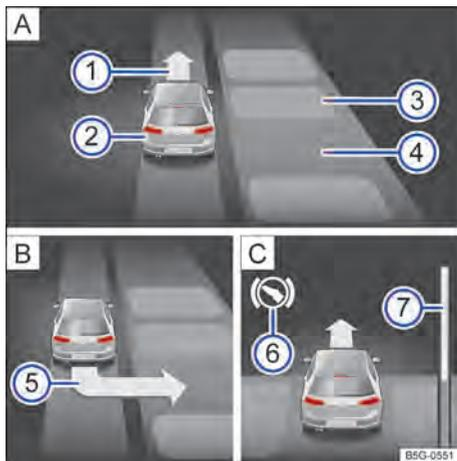

Fig. 108 No display do instrumento combinado: estacionar lado a lado. **A** Procurar uma vaga de estacionamento. **B** Posição para estacionar. **C** Manobrar.
- Estacionar ao aparecer no display do instrumento combinado a indicação de estacionamento → Fig. 108 **5** → Página 141.
Legenda da → Fig. 108 (modo de estacionamento lado a lado com marcha a ré):
- Frear quando soar um alarme sonoro indicando para mudar de direção, acender a seta → Fig. 108 ① A, acender o símbolo branco S ou mostrar uma mensagem.